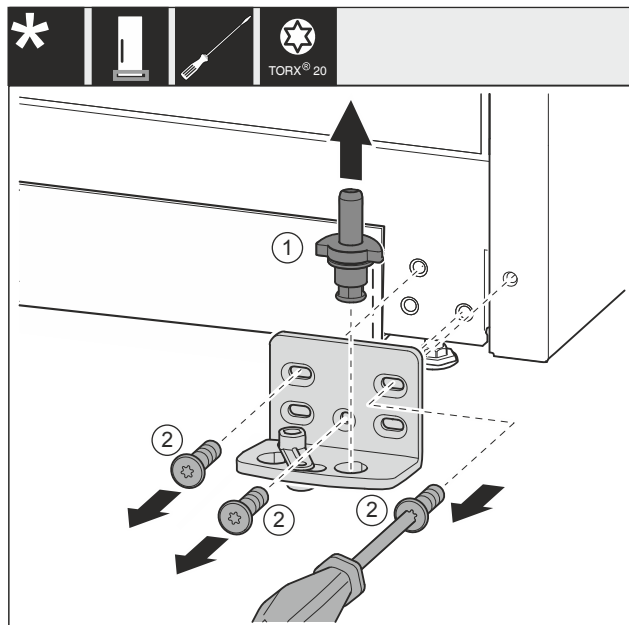

Fig. 22
- Estrarre completamente verso l'alto i perni di supporto Fig. 22 (1).
- Svitare le viti Fig. 22 (2) con un cacciavite e rimuovere il blocco di supporto.